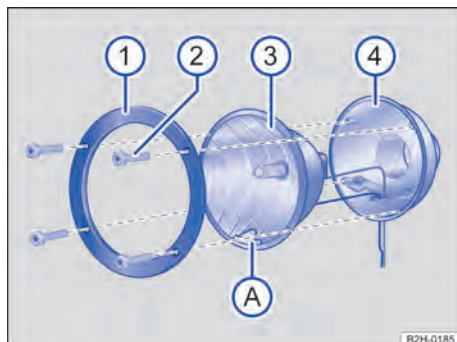
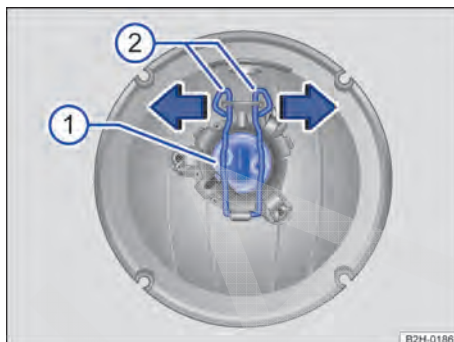

Fig. 178 Iluminação adicional no teto do veículo: desinstalar o vidro da lâmpada.
Fig. 179 Iluminação adicional no teto do veículo: trocar a lâmpada incandescente.
2. Soltar os parafusos ⇒ Fig. 178 ② com a chave das ferramentas de bordo.
3. Retirar o anel de suporte ① da carcaça do refletor ③.
4. Retirar a carcaça do refletor ③ com cuidado da carcaça do farol ④.
6. Pressionar as travas ⇒ Fig. 179 ② para baixo e desprender no sentido da seta.
7. Retirar o suporte da lâmpada ① da carcaça do refletor.
10. Pressionar as travas ② para baixo e prender no sentido contrário da seta.
12. Colocar a carcaça do refletor ⇒ Fig. 178 ③ na carcaça do farol ④. A marca A deve apontar para baixo ⇒ ①.
13. Colocar o anel de suporte ① na carcaça do refletor.
14. Apertar os parafusos ② com a chave.